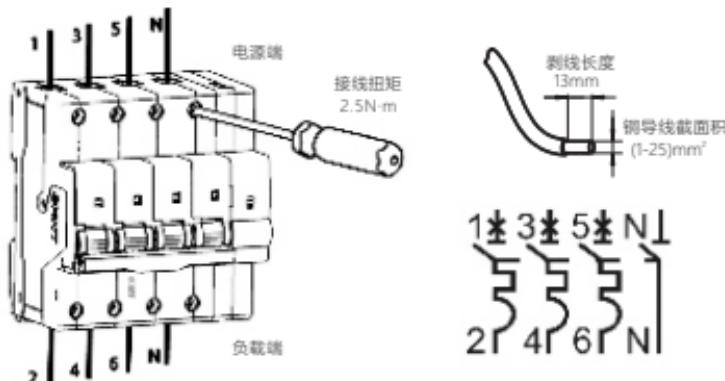

图6 接线方式及剥线长度
8.4 适用于铜导线连接，导线选择见表7，接线方式及剥线长度示意见图6。